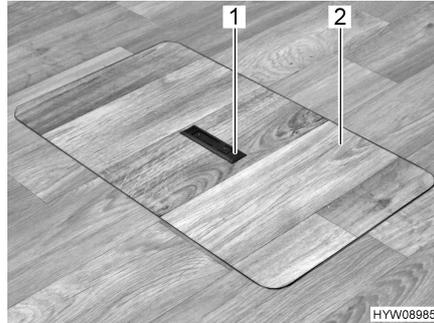
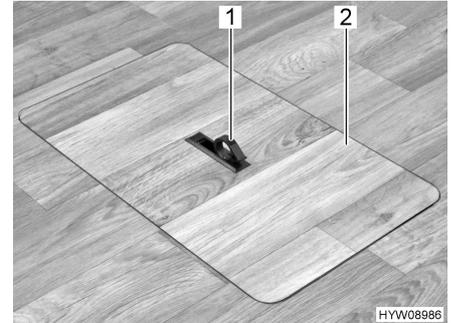

Fig. 23 Copertura vano pavimento (maniglia abbassata)
Fig. 24 Copertura vano pavimento (maniglia estratta)
- Spingere la piastra di presa (Fig. 23,1) verso il basso da un lato. La maniglia (Fig. 24,1) viene ruotata verso l'alto.
- Alzare la copertura (Fig. 24,2).
- Collocare la copertura (Fig. 24,2) nell'intelaiatura presente sul fondo.